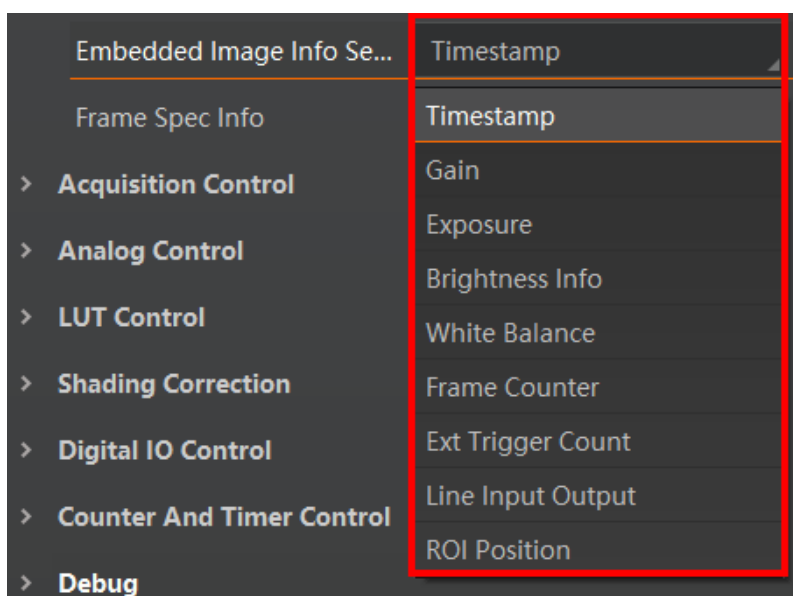

图8-5 选择水印信息
2. 启用 *Frame Spec Info* 参数，即可嵌入相应水印信息，如图 8-5 所示。